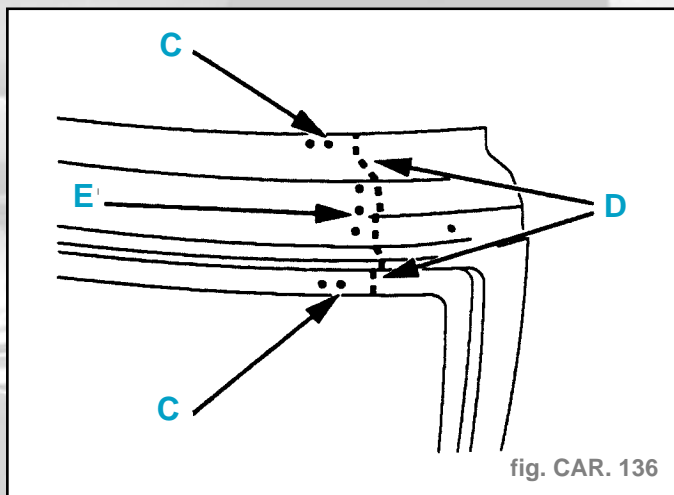

fig. CAR. 136
- Souder par points électriques (B).
- Souder par points électriques (C) (fig. CAR. 136).